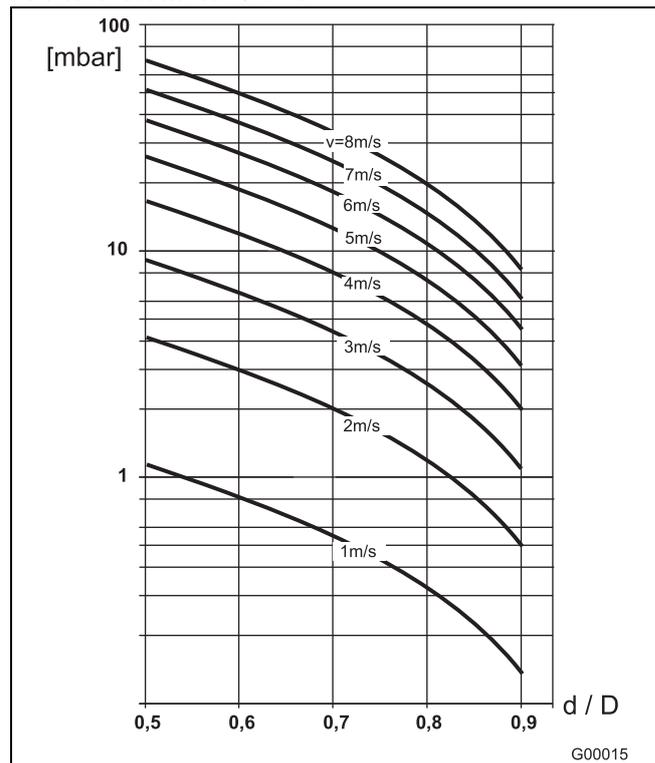

Fig. 24
- Leer en el nomograma de flujo (Fig. 24) la velocidad de circulación.
- Leer la pérdida de presión indicada en el eje Y de la Fig. 24.